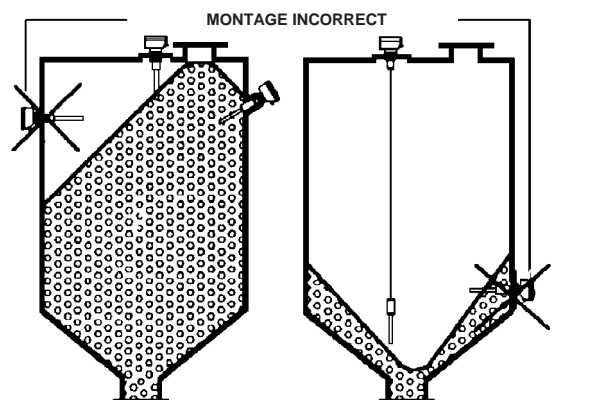

Figure 1
1. Placer l'appareil à un endroit où la variation de niveau est détectable, en tenant compte de la formation de ponts ou de cavités dans le produit. Voir **Figure 1**.
2. Placer les capteurs rigides avec un angle d'inclinaison supérieur à l'angle de talus naturel du produit chargé (ou pour les applications de niveau haut, montage vertical). Une accumulation de matière sur le capteur empêcherait l'appareil de commencer à vibrer et éliminerait donc l'effet d'autonettoyage. Cela pourrait donner lieu à des signaux de sortie erronés quand le niveau diminue. Voir **Figure 1**.